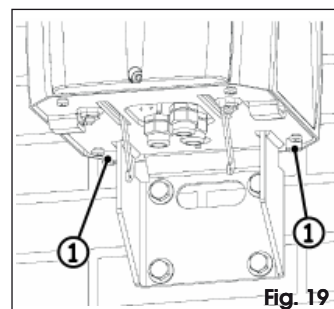

Fig. 19
- Bloquee el cuerpo motor con los dos tornillos posteriores, Fig. 19 ref. ①.